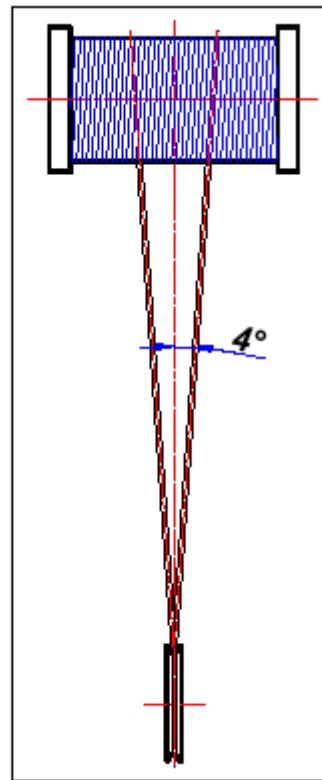

Fig. 6
- Para evitar el desgaste prematuro del cable y de la garganta de las poleas y asegurar el correcto funcionamiento del conjunto, el ángulo de penetración del cable en la garganta (deflexión) no debe exceder los 4° (fig. 6)